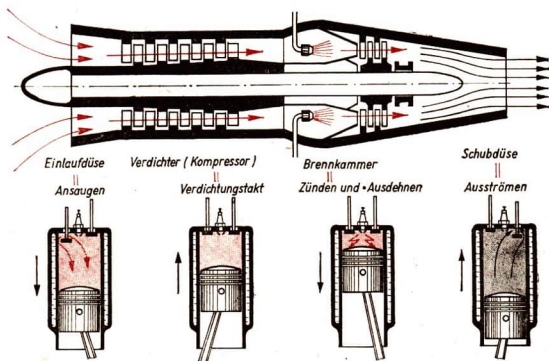

Abb. 102/1. Vergleich zwischen Gasturbine und Brennkraft-Kolbenmaschine
2. Vergleich der Gasturbine mit der Brennkraft-Kolbenmaschine. Brennkraft-Kolbenmaschinen haben mit der Gasturbine gemeinsam, daß der Brennstoff in der Maschine selbst verbrannt wird. Vergleicht man im übrigen die Vorgänge, die sich in den beiden Maschinen abspielen, miteinander, so stellt man folgendes fest (Abb. 102/1): Die vier Takte, Ansaugen, Verdichten, Verbrennen und Ausströmen, spielen sich beim Brennkraft-Kolbenmotor zeitlich nacheinander ab. Bei der Gasturbine dagegen laufen diese Vorgänge gleichzeitig, aber räumlich getrennt voneinander ab. Auch daraus ergibt sich, daß die Gasturbine kontinuierlicher arbeitet als beispielsweise ein Viertakt-Ottomotor. Bei der Gasturbine wird ständig Arbeit verrichtet.